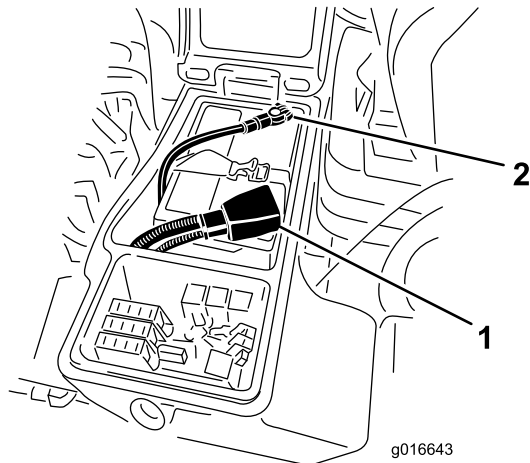

Figura 95
6. Collegate il cavo positivo (rosso) al terminale positivo (+) e il cavo negativo (nero) al terminale negativo (-) della batteria (Figura 95).